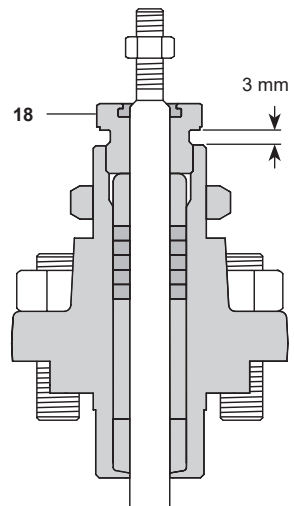

Abb. 18
- Käfig (5) und anschließend den Sitz (6) herausnehmen, ohne ihn dabei zu beschädigen.
- Sitzdichtung (7) entfernen und entsorgen.
- Den Ventilsitz und die Ventilkegel-/Stangenanordnung auf Beschädigung oder Verschleiß überprüfen und falls notwendig erneuern. Bei der Option C-Sitz wird der Sitz umgedreht. Bei der verlängerten Variante DN15-100 müssen Kegel und Kegelstange entsprechend den Abmessungen in Abb. 18 verschraubt und eingestellt werden.